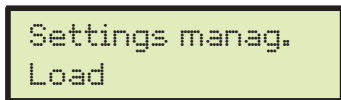

Fig. 74
- Select Load (Fig. 74) and press **OK**;